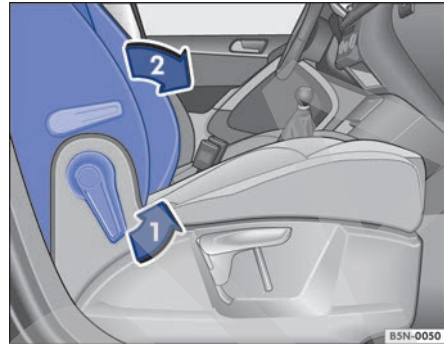

Fig. 94 Asiento del acompañante: abatir el respaldo del asiento hacia delante.
- Desbloquee el respaldo del asiento del acompañante en el sentido de la flecha → fig. 94 ①.
- Abata el respaldo del asiento del acompañante hacia delante, en el sentido de la flecha → fig. 94 ②, hasta que quede en posición horizontal.
- Para levantar el respaldo del asiento del acompañante, desbloquéelo de nuevo → fig. 94 ①.